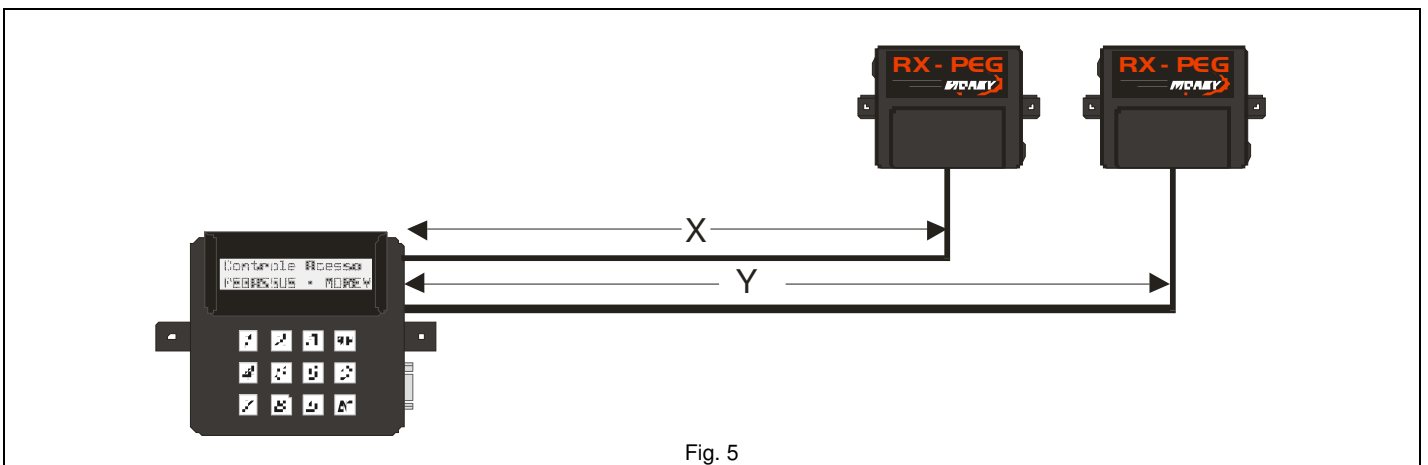

Fig. 5
4.2. Cabos independentes para cada receptor (Fig. 5)